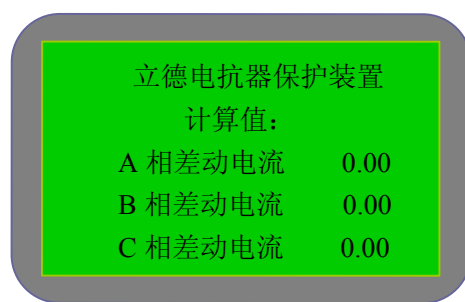

图 7-1-6
- 模拟量：包括零漂、刻度、计算值。可通过按“上移”键或“下移”键循环选择；也可按“退出”键退回到主菜单。有三个选项，零漂（查看通道零漂，对应各通道名称，可操作“上移”或“下移”键切换各模拟量），刻度（查看通道测量值，对应各通道名称，可操作“上移”或“下移”键切换各模拟量），计算值（查看各个计算值：差动电流、制动电流、频率、功率等计算值）。工作界面图 7-1-1~图 7-1-6